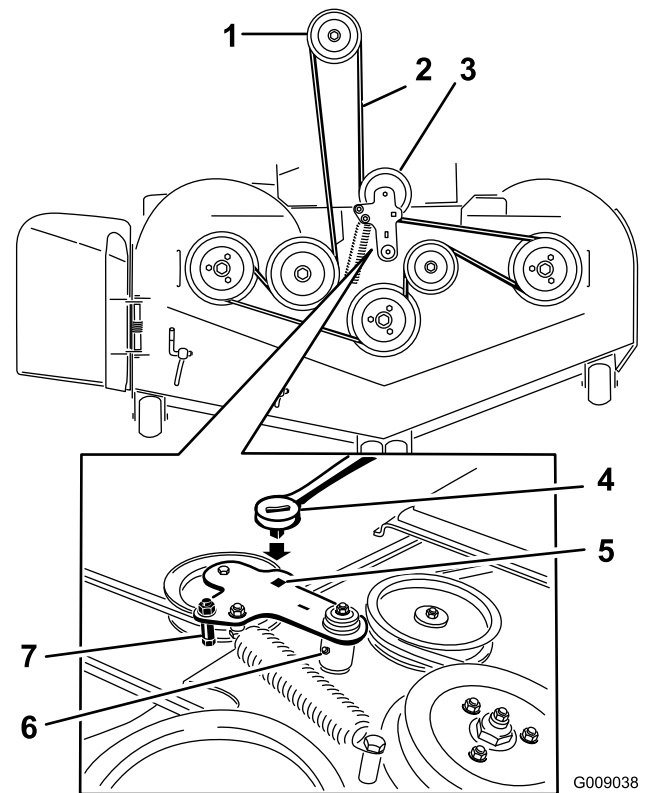

Figura 78
10. Instale la guía de la correa en el brazo tensor (Figura 78).
11. Utilizando la llave de carraca en el taladro cuadrado, instale el muelle tensor (Figura 78).
5. Utilice una llave de carraca en el taladro cuadrado del brazo tensor para aliviar la tensión del muelle tensor (Figura 78).
7. Instale la guía de la correa en el brazo tensor tensado con muelle (Figura 78).
9. Pase la correa nueva alrededor de las poleas del cortacésped y de la polea del embrague, debajo del motor (Figura 78).